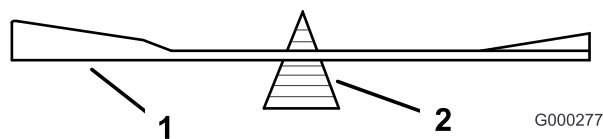
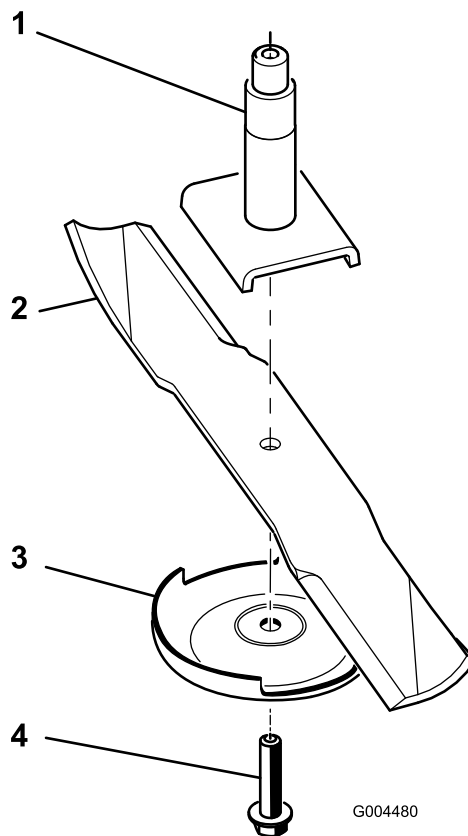

図 22
図 23
2. スピンドルのシャフトからブレードボルト、芝刈り防止プレート、ブレードを取り外す（図 23）。
2. ブレード balancer（図 22）を使ってバランスを調べる。ブレードが水平に停止すればバランスがとれているからそのまま使用してよい。もし傾くようなら、重い方の裏面を少し削って調整する（図 23）。バランスがとれるまで調整する。
1. スピンドルシャフトにブレードを取り付ける（図 23）。
2. 芝刈り防止プレートとブレードボルトを取り付ける（図 23）。